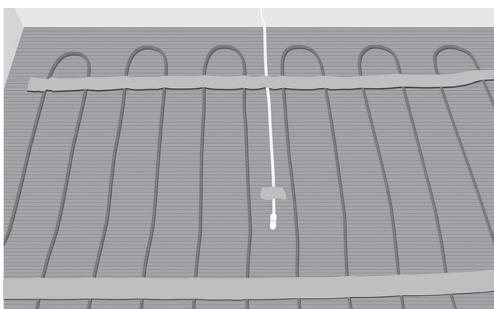

Fig. 9. Placera givarslangen/givaren mellan två kablar
12. Placera och fixera givarslangen eller golviven om ingen givarslang används. Försegla änden på givarslangen. Se till att placera slangen/givaren mellan två värmeleddar (Fig. 9).